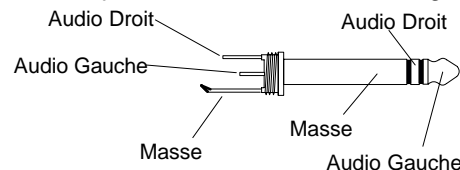

Figure 7
6. Si on a besoin d'une alimentation de «retour au magnétophone» («Tape Return») ou d'entrée de monitor («Monitor In») vers la FP33, brancher une fiche mâle stéréophonique de 3,5 mm dans le connecteur d'entrée de monitor («Monitor In») du panneau latéral droit. Normalement, le signal de cette fiche provient de la sortie audio de l'appareil alimenté par la FP33. Se référer à la Figure 7.
7. Si on a besoin d'une sortie d'alimentation non-équilibrée, brancher une fiche mâle stéréophonique de 3,5 mm au connecteur de sortie de magnétophone («Tape Out») du panneau latéral droit, ce qui servirait normalement à alimenter un cassetophone ou un magnétophone DAT. Se référer à la Figure 7.